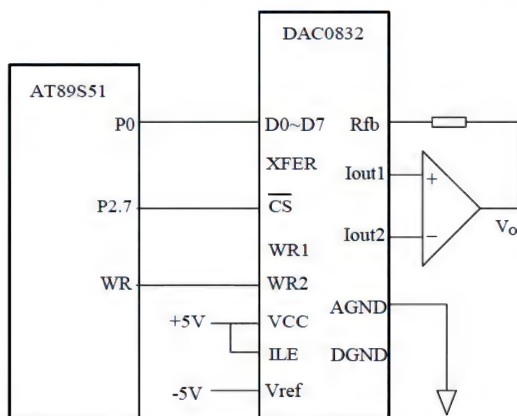

图 10.14 AT89S51 和 DAC0832 的接口图
- 设计 AT89S51 和 DAC0832 接口, 要求地址为 F7FFH, 满量程电压为 5V, 采用单缓冲工作方式, 原理图如图 10.14 所示。试编程输出满足如下要求的模拟电压。
3. 设计 AT89S51 和 DAC0832 的接口，采用单缓冲方式，将内部 RAM20H~21H 单元的数据转换成模拟电压，每隔 1ms 输出一个数据。实验原理图可以参考图 10.14。